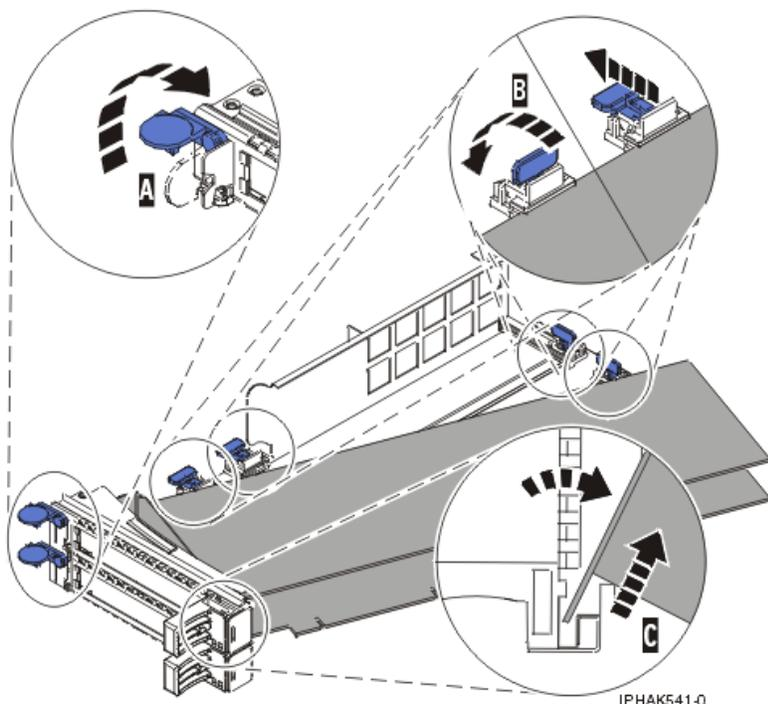

Figure 42. Retrait de l'adaptateur de la cassette de cartes PCI
- a. Déverrouillez les crochets de retenue de l'adaptateur en faisant tourner l'étrier de retenue (A) pour le mettre en position horizontale. Pour plus d'informations, voir figure 42, à la page 59.